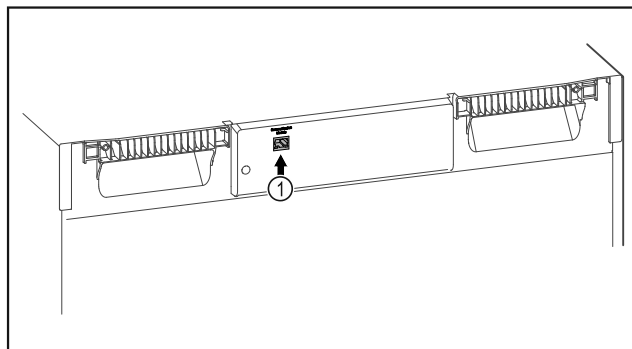

Fig. 94
- SmartModule Fig. 94 (1) är insatt.